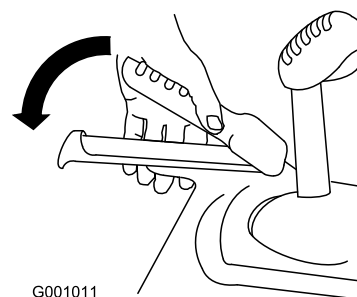

Figura 28
2. Engrane la palanca de tracción y sujétela en esa posición (**Figura 28**).